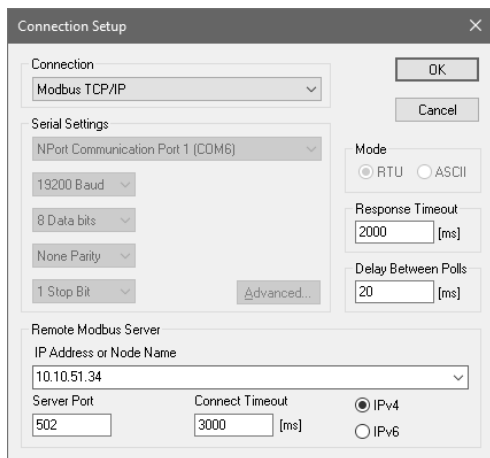

Рисунок 43 – Окно «Connection Setup»
3.12.5 Для установления соединения по протоколу «Modbus TCP» в выпадающем меню пункта «Connection» окна «Connection Setup» выбрать «Modbus TCP/IP» (рисунок 43). В поле «IP Address or Node Name» ввести IP-адрес модуля «MiiNePort E1» – «10.10.51.34». В поле «Server Port» ввести номер порта «502».